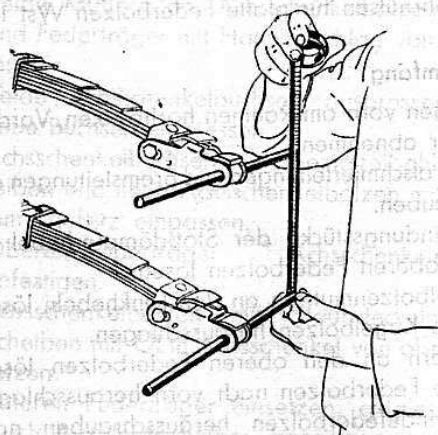

Bild 138
4. Mit zwei Prüfdornen prüfen, ob die übereinanderliegenden Federaugen der beiden Federn parallel sind (Bild 138).
3. Mit zwei Prüfdornen prüfen, ob die übereinanderliegenden Federaugen der beiden Vorderfedern parallel sind (vgl. Bild 138).